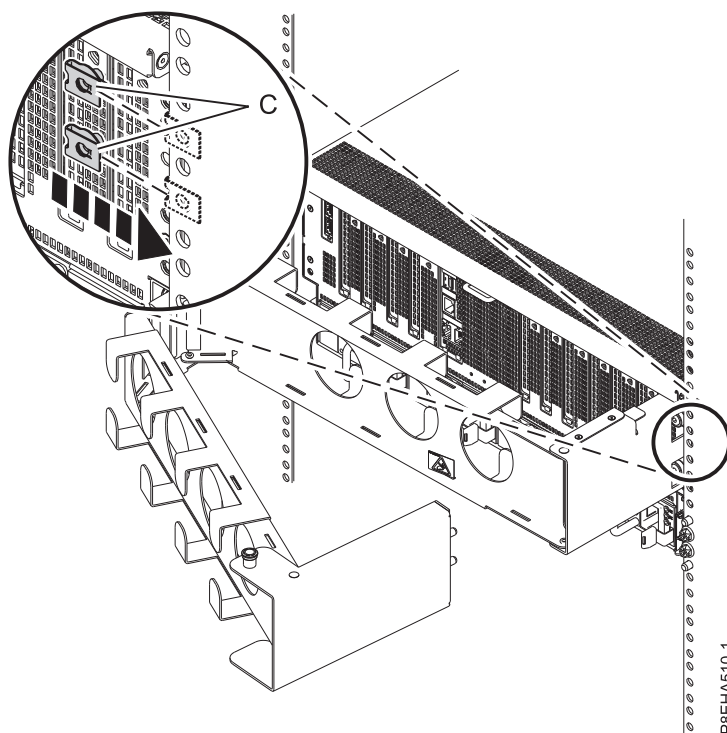

Figure 19. Fixation des écrous clips à la glissière
2. Faites glisser le tiroir système vers l'avant, afin de pouvoir accéder au châssis. Fixez deux écrous clips (C) à la glissière, à l'emplacement où vous viendrez fixer la plaque extérieure à la glissière, comme illustré à la figure 19.